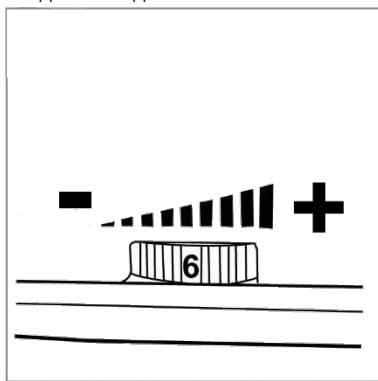

Рисунок 5
4.2.3 Відрегулюйте регулятором (7, рисунок 1) швидкість обертання колеса (9, рисунок 1), щоб дальність розкидання відповідала відносно рівномірному розподілу по поверхні (дивіться рисунок 5).